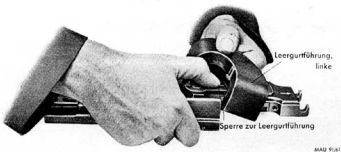

Abb. 61: MG 81; Abnehmen der Leurgurtführung
5. Zerlegen und Zusammensetzen des Deckels (Abb. 61—65)
Die Sperre zur Leurgurtführung*) zurückschieben, Leurgurtführung anheben und nach hinten wegnehmen (Abb. 61).